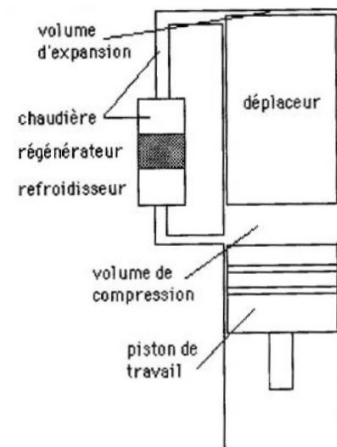

FIGURE 1 – Structure du moteur de Stirling
1. Faire 4 schémas qui correspondent aux 4 transitions ($1 \rightarrow 2$, $2 \rightarrow 3$, $3 \rightarrow 4$, $4 \rightarrow 1$). Chaque schéma sera similaire au celui donné dans l'énoncé (Fig.1), mais il montrera les positions du piston de travail et du déplaceur pour la transition en question. Sur chaque figure préciser quelles sont les transformations en cours, mettre en évidence l'amplitude du piston de travail et utiliser des flèches pour indiquer le sens de mouvement de chaque piston.